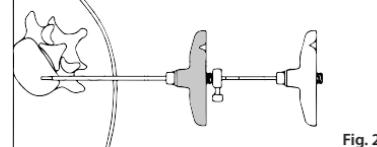

Fig. 2
FIG. 2 Wprowadzić przyrząd do wypełniania (A) do wprowadzonej we właściwe miejsce kaniuli tnącej (przeznasadową kaniulą wprowadzającą Preston), aż ogranicznik głębokości przyrządu do wypełniania (A) wejdzie w kontakt z końcówką luer kaniuli tnącej.